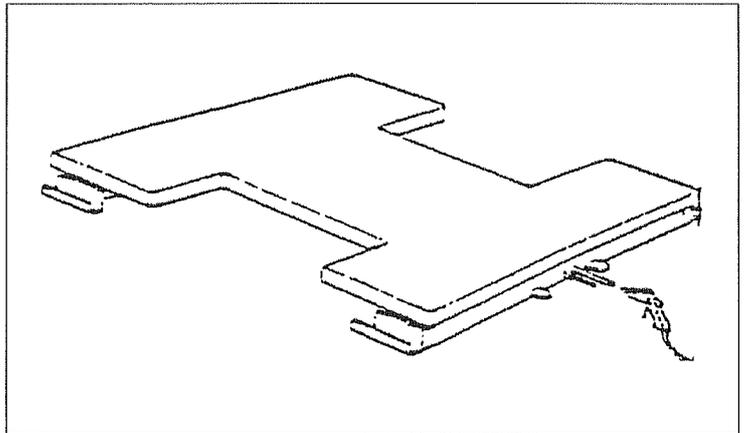

Рис.8
- Используя обычный пистолет подачи сжатого воздуха (Рис.8) подавайте давление через трубку наибольшего диаметра, пока платформа полностью не поднимется, и не сработает механическое предохранительное устройство.